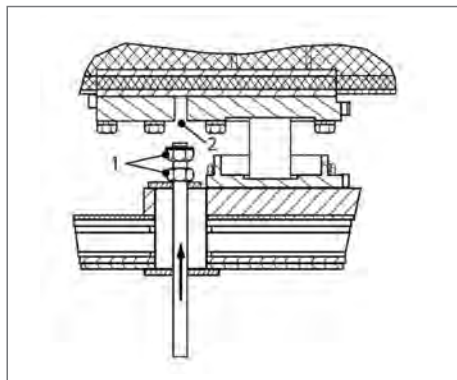

Fig. 74
3. Fije dos tuercas y una junta (Fig. 74 | 1) en la varilla roscada y atornille la varilla roscada en el orificio roscado (Fig. 74 | 2).